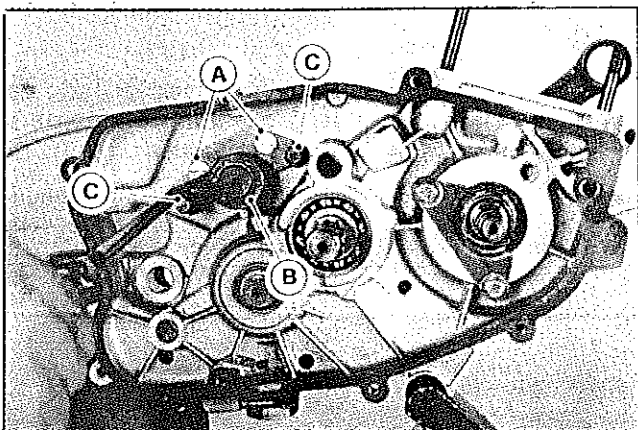

FIG. M22 -
- b. Desaparafusar os parafusos que fixam a trava do eixo do trambulador. Figura M22.